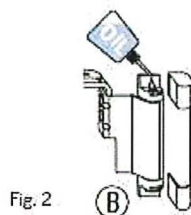
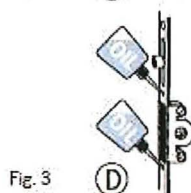

Fig. 2
Fig. 3
- Kramfäste och spanjolett bör oljas in. Vid behov, ta bort kåpan till karmfästet och droppa på en droppe olja. Ytterligare ställen som bör oljas in (se fig. 2) är vid låskolvorna över och under låshuset (se fig. 3).